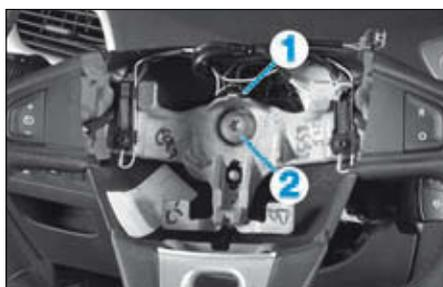

FIG.1
- Débrancher le connecteur (1) (Fig.1).
- Roues en ligne droite, déposer la vis de fixation du volant (2).